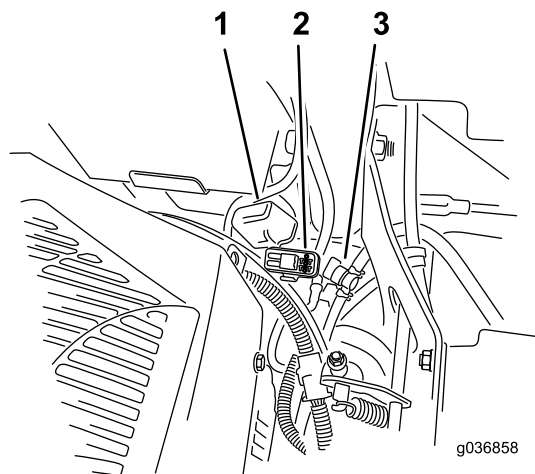

Figura 53
I fusibili sono posizionati sulla consolle di destra vicino al sedile (Figura 53).
- Montate un fusibile nuovo (Figura 53).